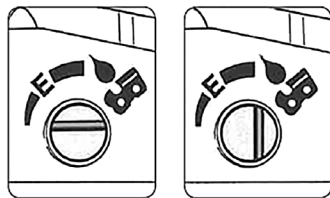

Рис. 8 Винт регулировки подачи масла
3. Количество масла можно корректировать с помощью регулировочного винта, который находится снизу бензопилы (Рис. 8). Слева указано положение винта при минимальной подаче, справа – при максимальной.